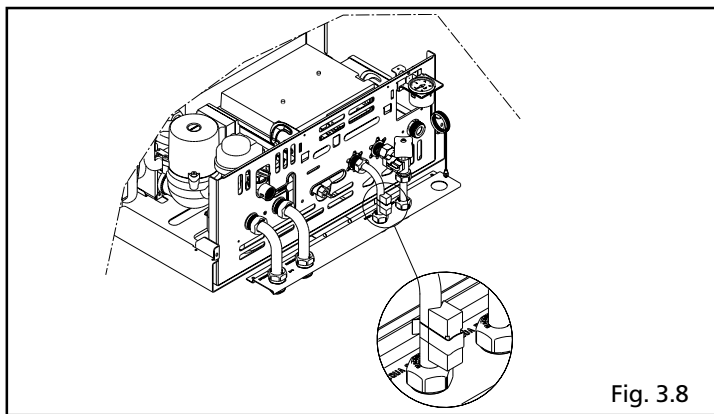

Fig. 3.8
- Collegare una resistenza alla rampa uscita sanitario fissandola con la molletta (fig. 3.8)